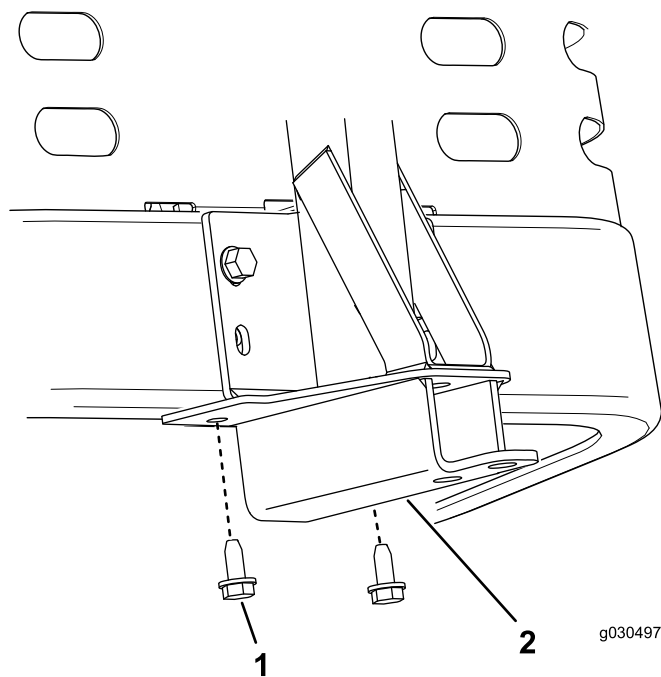

Figure 16
2. Fixez le cadre de pivot au bas du cadre de la machine avec 2 vis autotaraudeuses (5/16 x 3/4 po), comme illustré à la Figure 16.